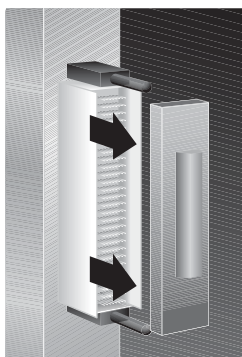

图 1. 卸下销盖
1. 卸下 Pass-Through 模块背部连接器销的销盖，如图 1，卸下销盖所示。